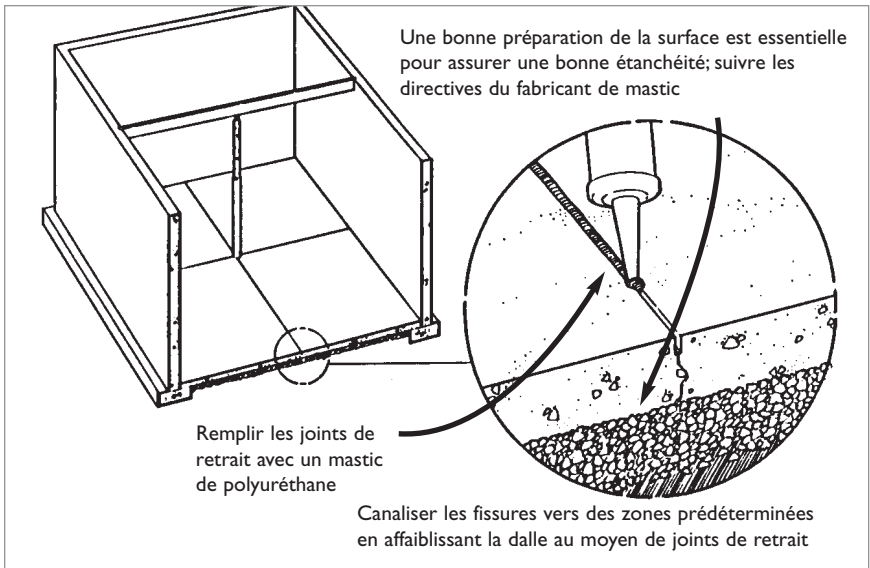

Figure 15 : Joints de retrait pour les nouvelles dalles de plancher en béton
- Ménager des joints de retrait dans la dalle de plancher en béton. Comme l'apparition de quelques fissures est quasi inévitable, l'entrepreneur peut favoriser la fissuration de zones précises qui seront faciles à calfeutrer avec du mastic de polyuréthane (*voir* la Figure 15). On peut créer des joints de retrait en utilisant l'une des méthodes suivantes :